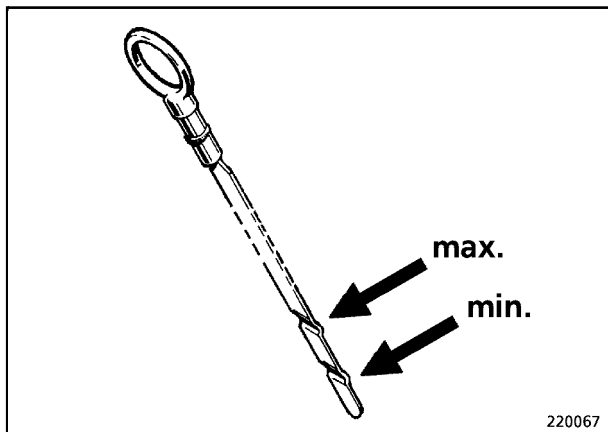
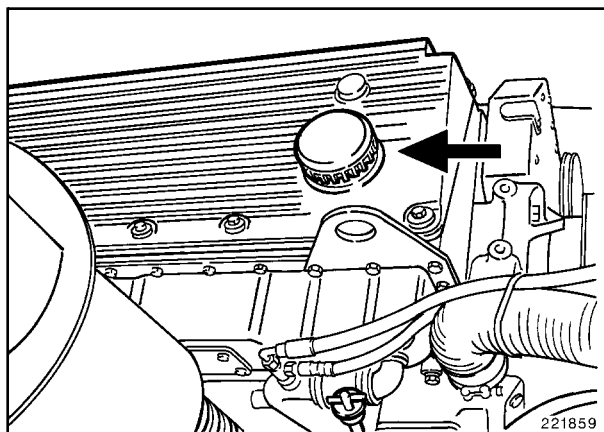

Fig. 1
Fig. 2
- Sacar la varilla indicadora del nivel de aceite (Fig. 1) y limpiar la varilla indicadora con un trapo limpio que no tiende a deshilacharse e insertarla de nuevo.
- Sacar la varilla indicadora otra vez. Controlar el nivel de aceite, rellenar aceite por la boca de relleno (Fig. 2) hasta que el nivel alcance la marca "máx." (Fig. 1) (calidad de aceite, véase la "TABLA DE LUBRICANTES").
Si el nivel de aceite se encuentra sólo un poco encima de la marca "mín." (Fig. 1), debe rellenarse aceite.